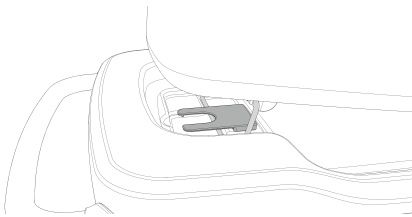

Figure 5 – Barre d'inclinaison bloquée en position élevée
1. Pour incliner le panier vers le haut, saisir le panier au niveau du logo et le soulever jusqu'à ce que la barre d'inclinaison glisse dans la fente. (Figure 5).